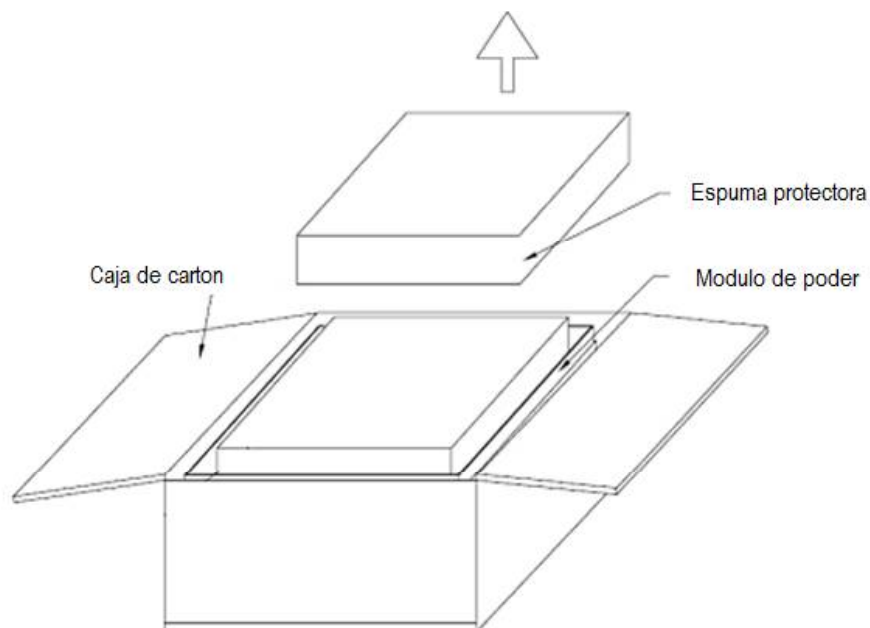

Fig. 3-9 Retirar espuma protectora
3. Retire la cubierta de espuma (Ver Fig.3-9).